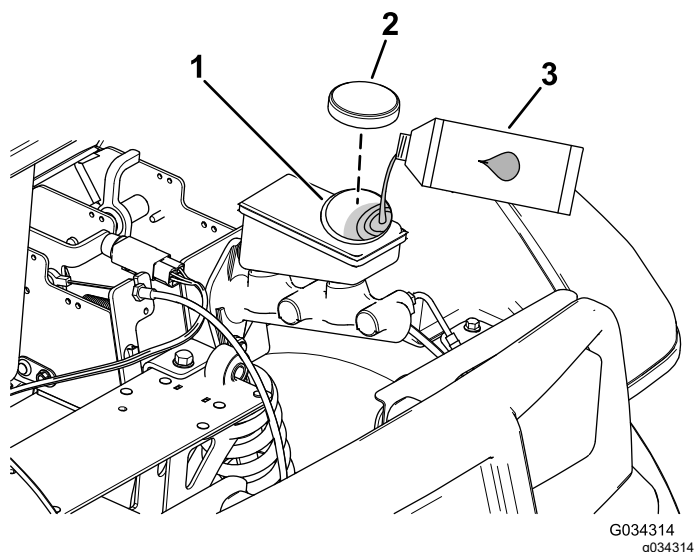

Figura 54
2. Sollevare il cofano per avere accesso al cilindro del freno principale e al serbatoio (Figura 54).
- A. Pulite l'area intorno al tappo del serbatoio e togliete il tappo (Figura 54).
- C. Montate il tappo sul serbatoio (Figura 54).